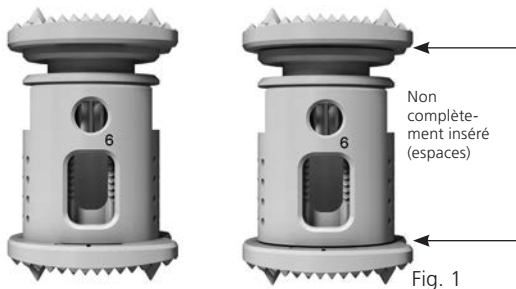

Fig. 1
- Lors de l'insertion des plateaux sur le corps central, vérifier que les plateaux sont correctement insérés. Cette vérification est visuelle. Si le plateau n'est pas correctement inséré, il existe un risque qu'il se détache du corps central (voir Fig. 1).